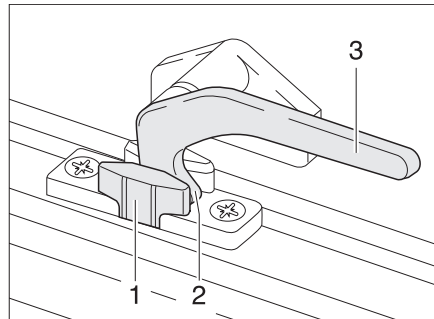

Fig. 36 Levier de verrouillage en position "Aération permanente"
- En position "Aération permanente" (Fig. 36)
- Tourner le levier de verrouillage (Fig. 36,3) d'un quart de tour vers le centre de la fenêtre.
- Remettre le levier de verrouillage en position initiale. Le tenon de verrouillage (Fig. 36,2) doit pénétrer alors dans le logement prévu à cet effet dans le verrouillage de fenêtre (Fig. 36,1).